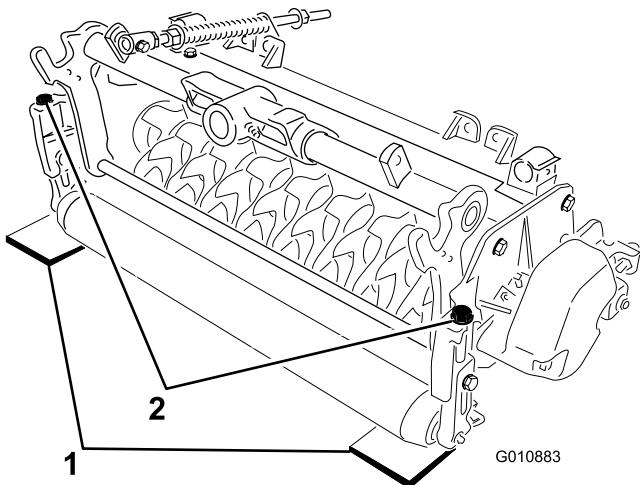

Figura 4
2. Collocate due spessori alti quanto la profondità di penetrazione desiderata sotto i rulli anteriore e posteriore del verticutter su entrambi i lati del cilindro; fate riferimento a Figura 4.
3. Girate ogni bullone di regolazione sulla staffa dell'altezza di taglio (Figura 4) fino a quando le lame del cilindro non toccano il suolo a entrambe le estremità.